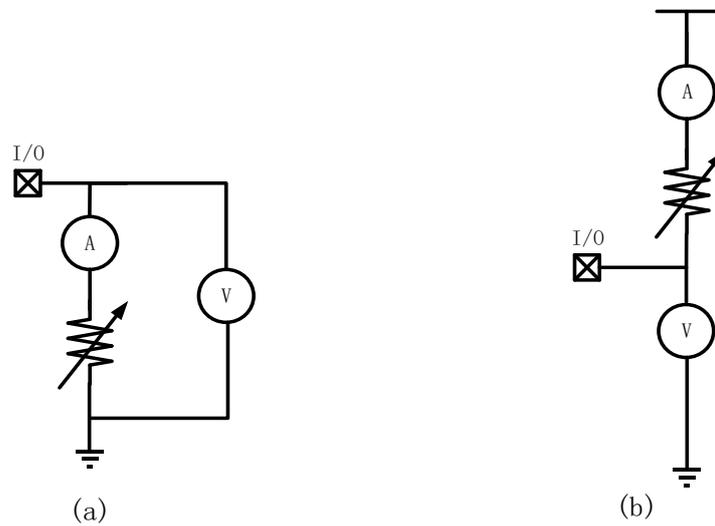

图 12. IOH/IOL 测试方法
2. IOH/IOL 测试方法：测试 IOH，从 I/O 输出：“1”，如图 12 (a) 从 I/O 串联电流表和滑动变阻器到地，同时从 I/O 连接电压表到地，调整滑动变阻器使得 I/O 的电压为 0.5VCC，记录此时的电流表读数即是测量的 IOH；测量 IOL，从 I/O 输出“0”，如图 12 (b) 从 I/O 连接电压表到地，串联滑动变阻器和电流表到电源，调整滑动变阻器使得电压表读数为 0.5VCC，记录此时的电流表读数，该值即是测量的 IOL。根据不同 I/O 调整档位，记录不同档位的 IOH 和 IOL。(VCC=5V)
5. 图 12 (a) 中 I/O 电压为 0.8VCC 时，即电压表读数为 0.8VCC 时，上拉驱动电流 IOH (p8) 的值可由下式求得：
6. 图 12 (a) 中 I/O 电压为 VCC-0.2V 时，即电压表读数为 VCC-0.2V 时的上拉驱动电流 IOH(d2) 的值可由下式求得：
7. 图 12 (a) 中 I/O 电压为 0.2VCC 时，即电压表读数为 0.2VCC 时，上拉驱动电流 IOL (p2) 的值可
8. 图 12 (a) 中 I/O 电压为  $VCC-0.2V$  时，即电压表读数为  $VCC-0.2V$  时的上拉驱动电流  $IOH(d2)$  的值可由下式求得：